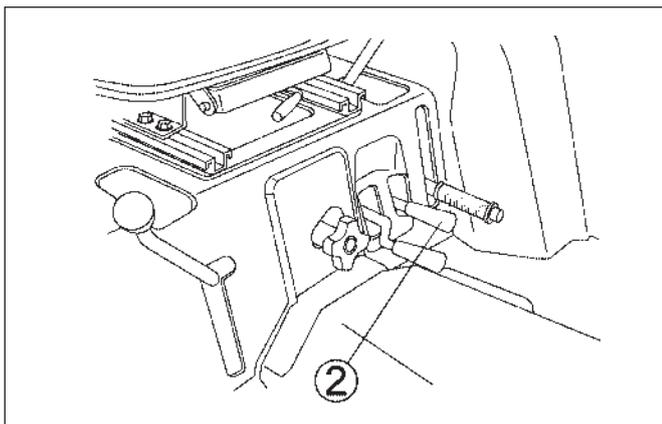

FIG. 5-16
**FIG. 5-16 & 5-17:** Les modèles à traction intégrale ont un essieu avant moteur. L'embrayage et le débrayage de l'essieu avant est commandé par un levier, 2, à l'avant sous le siège du conducteur.